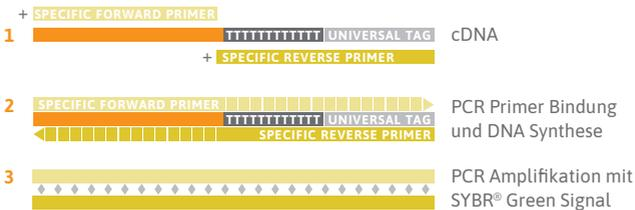

Abbildung 3
Im Zuge der universellen reversen Transkription (RT) werden, wie in Abbildung 3 (Schritt 1-2) dargestellt, alle kurzen RNAs (inklusive microRNAs) gleichzeitig in komplementäre DNA (cDNA) umgewandelt werden. Dies ermöglicht im Anschluss einen parallelen quantitativen PCR-Nachweis (qPCR) verschiedener microRNA-Sequenzen in einer cDNA-Probe unter Verwendung der heptomiR® qPCR Platten.